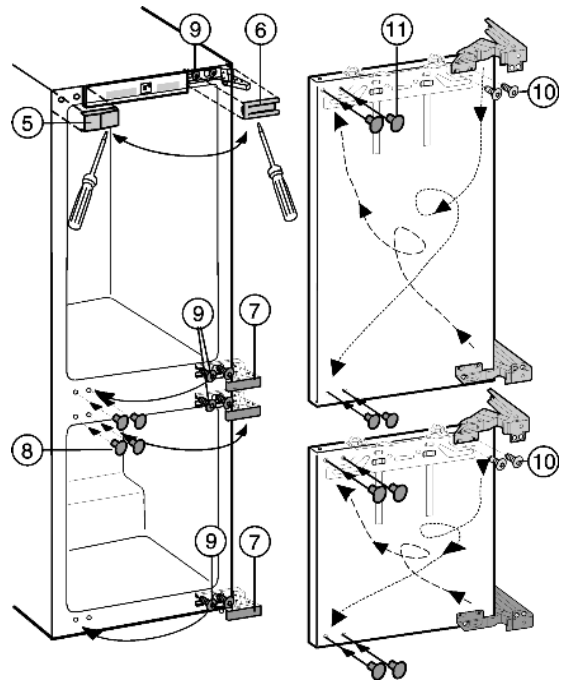

Fig. 4
- ▶ Togliere sollevando in avanti le coperture Fig. 4 (5,6,7,8) con un cacciavite per viti con intaglio.
- ▶ Allentare solamente le viti Fig. 4 (9) in alto e in basso sul corpo dell'apparecchio.
- ▶ Spostare le viti Fig. 4 (9) sul lato opposto, avvitare brevemente.
- ▶ Svitare le viti Fig. 4 (10) e girare diagonalmente la cerniera.
Le viti Fig. 4 (10) sono autofilettanti: Utilizzare un avvitatore a batteria.
- ▶ Chiudere con tappi Fig. 4 (11) i fori di fissaggio liberati.
- ▶ Incardinare le porte nelle viti Fig. 4 (9) premontate e serrare le viti.